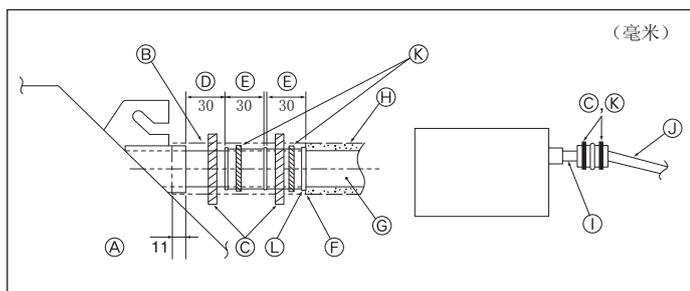

Fig. 3-5
- ① 外径 $\phi$ 32 PVC管
- ② 尽可能使之较大
- ③ 室内机组
- ④ 使管道尺寸足够大，适用于分組管道布置。
- ⑤ 斜度（1/100或者以上）
- ⑥ 外径 $\phi$ 38 PVC管，用于分組管道布置。（绝缘材料厚度为9毫米或者以上）
- ⑦ 最多可达500毫米
1. 将排水插座（本机提供）连接至排水口。（Fig. 3-5）（使用PVC胶粘贴导管，然后使用扎带固定。）